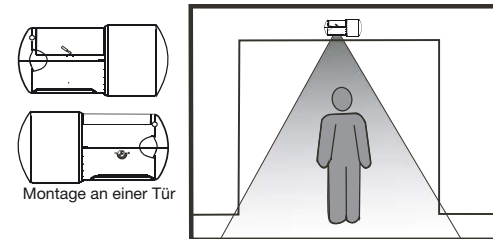

Fig. 5
3. Der PIR-Sensor 44-063 kann über einer Tür montiert werden. Abb. 5